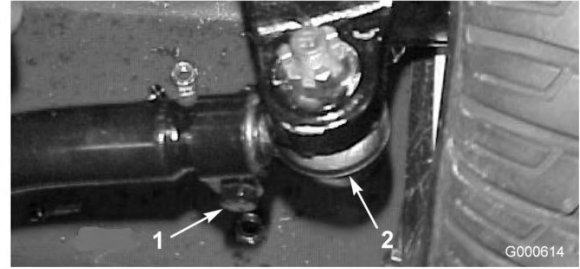

図 50
（図 50）。次に、タイロッドのボール・ジョイントをアクスル・ケースのサポートから外す。
3. タイロッド両側のクランプをゆるめる（図 50）。